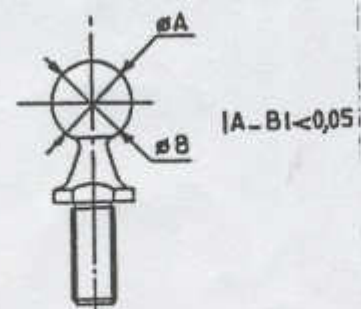

Bild 2
2.2 Messung der Rundheit des Kugelkopfes (siehe Bild 2)